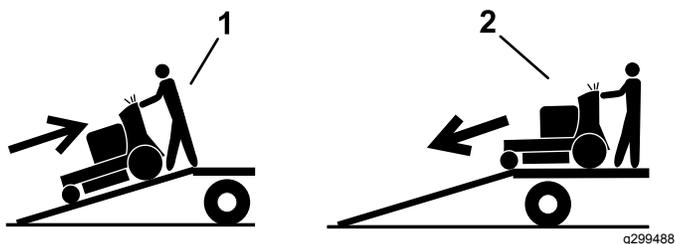

Рисунок 23
4. Перемещайте машину задним ходом при движении вверх по наклонному въезду (Рисунок 23).